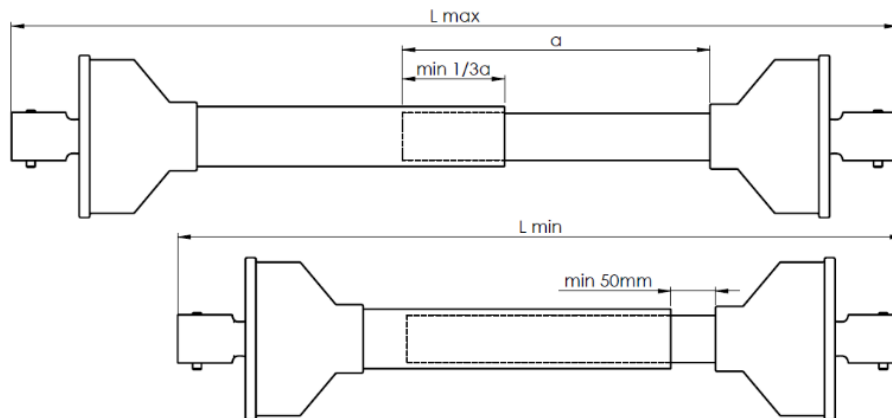

Рисунок 14. Регулировка длины шарнирно-телескопического вала - при присоединении навозоразбрасывателя к трактору
- убедиться, что после соединения шарнирно-телескопический вал, передающий привод от трактора, имеет достаточную длину во всех возможных положениях трактора по отношению к машине (рисунок 14);